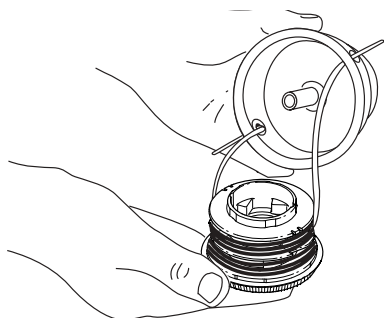

Fig. 19
3. Inserte los extremos de la línea de corte del nuevo carrete interior dentro de los ojaillos de la bobina exterior (Fig. 19). Coloque el nuevo carrete interior con la flecha hacia arriba dentro de la bobina exterior.
3. Saque el carrete interior con la línea existente de la bobina exterior (Fig. 19).